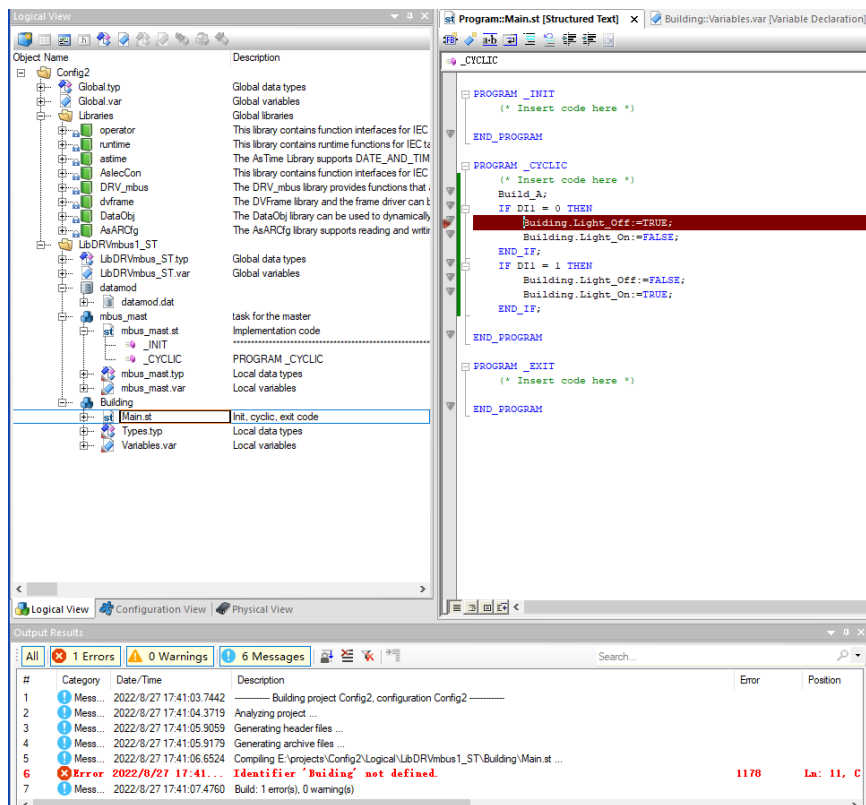

图1-44 编译错误提示
20.点击工具栏中的 Build 按钮，对项目进行编译。如有错误，可在输出窗口中双击错误提示，自动跳转至出错位置，如图 1-44 。